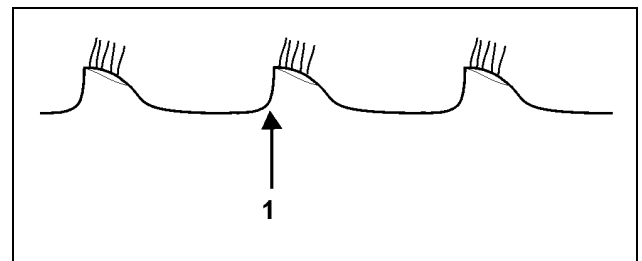

Fig. 33
- skærekanten til 2. tallerkenrække er ikke synlig og følger den 1 tallerkenrække (Fig. 33):